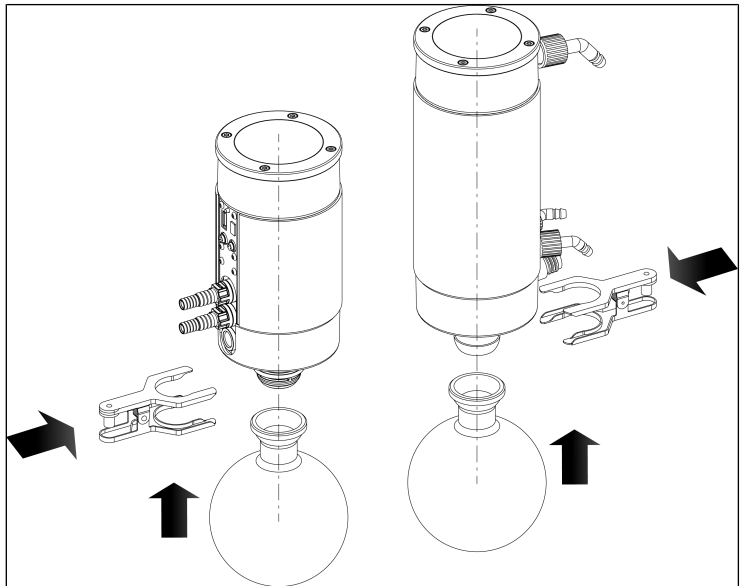

Afb.7: Signaalkabel aansluiten
1. Sluit de signaalkabel op de pomp (zie Afb. 3/7) en op de afscheider (Afb. 23/3) aan (zie Afb. 7).
- i** Let op de correcte uitlijning van de signaalkabel op de afscheider (hoek van 30°; zie Afb. 7).